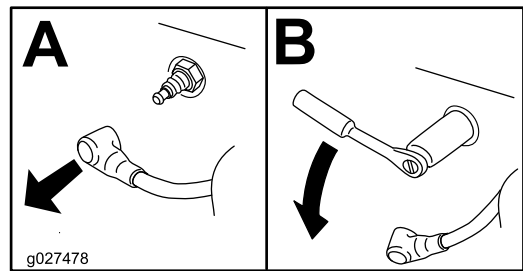

Figure 25
- Enlevez la bougie (Figure 25).